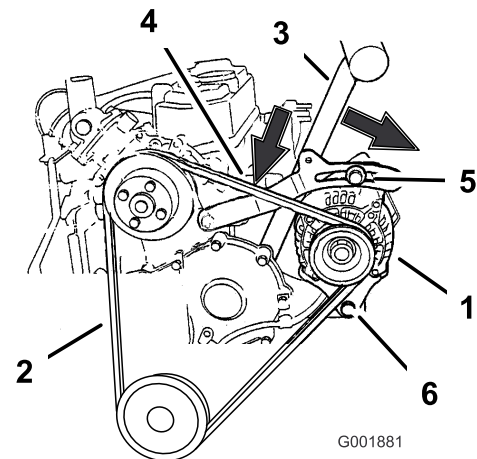

Figure 71
6. Desserrez les deux boulons de fixation de l'alternateur (Figure 71).
7. Retirez la courroie des poulies et de l'alternateur (Figure 71).
8. Installez une courroie neuve autour des poulies et de l'alternateur (Figure 71).
1. Placez une poignée entre l'alternateur et le bloc-cylindres (Figure 71).
2. Réglez l'alternateur à l'extérieur jusqu'à ce que la courroie présente une flèche de 10 à 13 mm (3/8 à 1/2 po) entre le moteur et l'alternateur (Figure 71).
5. Si la flèche est correcte, serrez le boulon supérieur à 19 Nm (170 po-lb) et le boulon inférieur à 61 Nm (45 po-lb) (Figure 71).